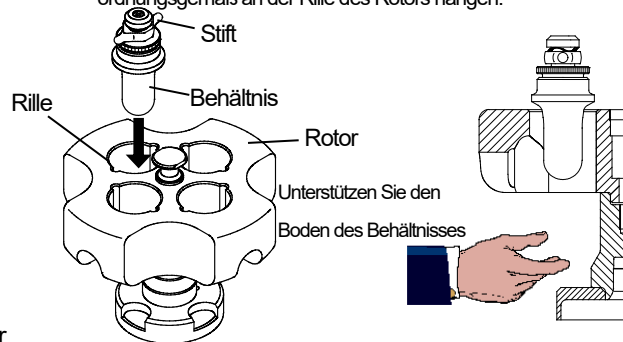

Abb. 3-8 Entfernen/ Installieren der Behältnisse
- 3) Lockern Sie die Deckel der Behältnisse. Siehe Abb. 3-8 zur Entfernung von Behältnissen aus dem S50ST-Rotor.